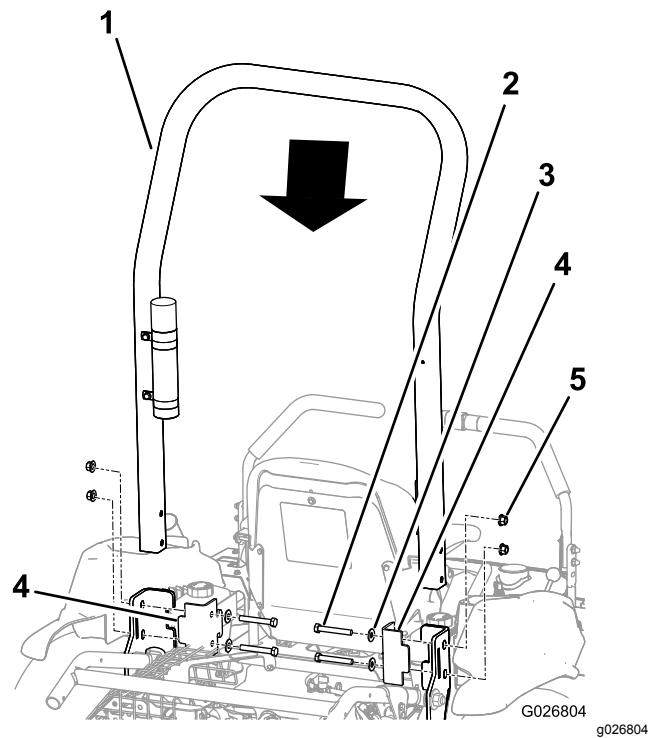

Figura 6
2. Coloque a barra de segurança na máquina, conforme indicado na Figura 6.